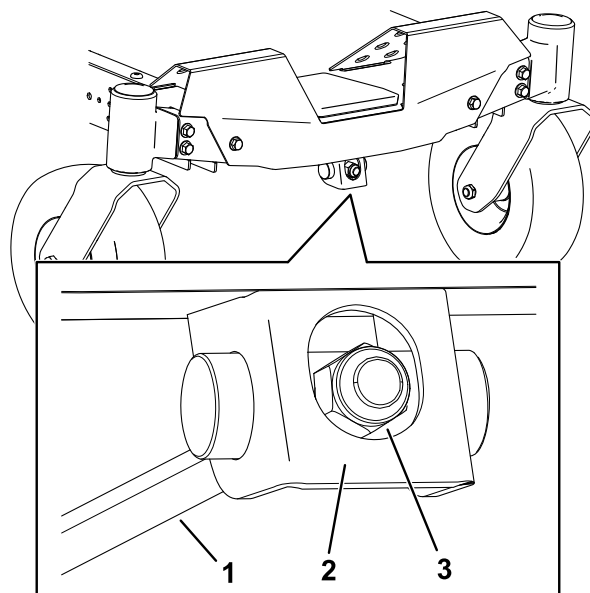

Bild 71
1. Drehen Sie die Einstellmutter an der Vorderseite des Mähers (**Bild 71**).